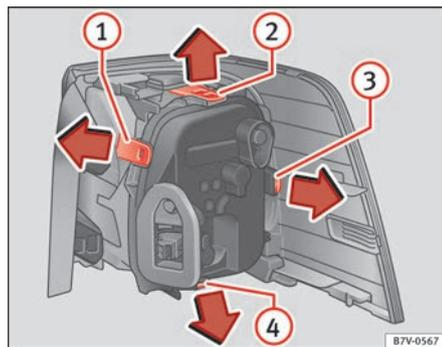

Abb. 212 Rückleuchte in der Karosserie: Lampenhalter ausbauen. ① bis ④: Verriegelungslasche.
⇒ Abb. 212 ① bis ④ in Pfeilrichtung drücken.